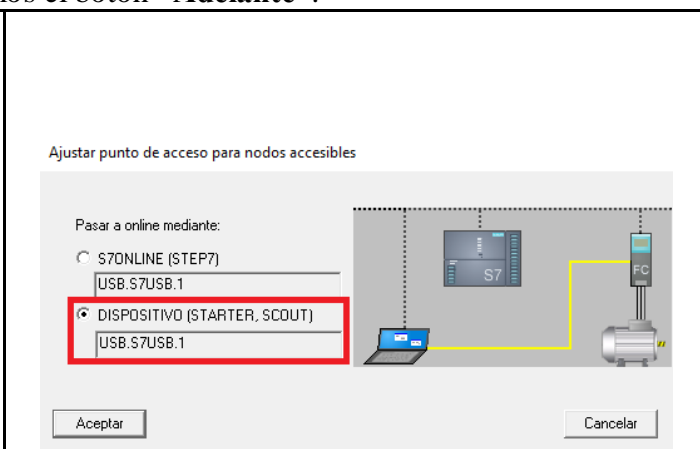

Figura 11: Selección de puntos de acceso.
- Para la configuración del dispositivo, se debe dar clic en la opción **“Punto de acceso”**, y escoger la opción **“Dispositivo (STARTED, SCOUT)”** (ver Figura 11).